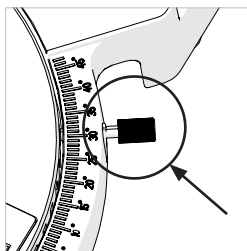

Fig. 12
- Relâchez la vis de blocage d'angle d'onglet. (**Fig. 12**) Elle se situe sur le devant du côté droit de la table, à côté de la marque des 30°.